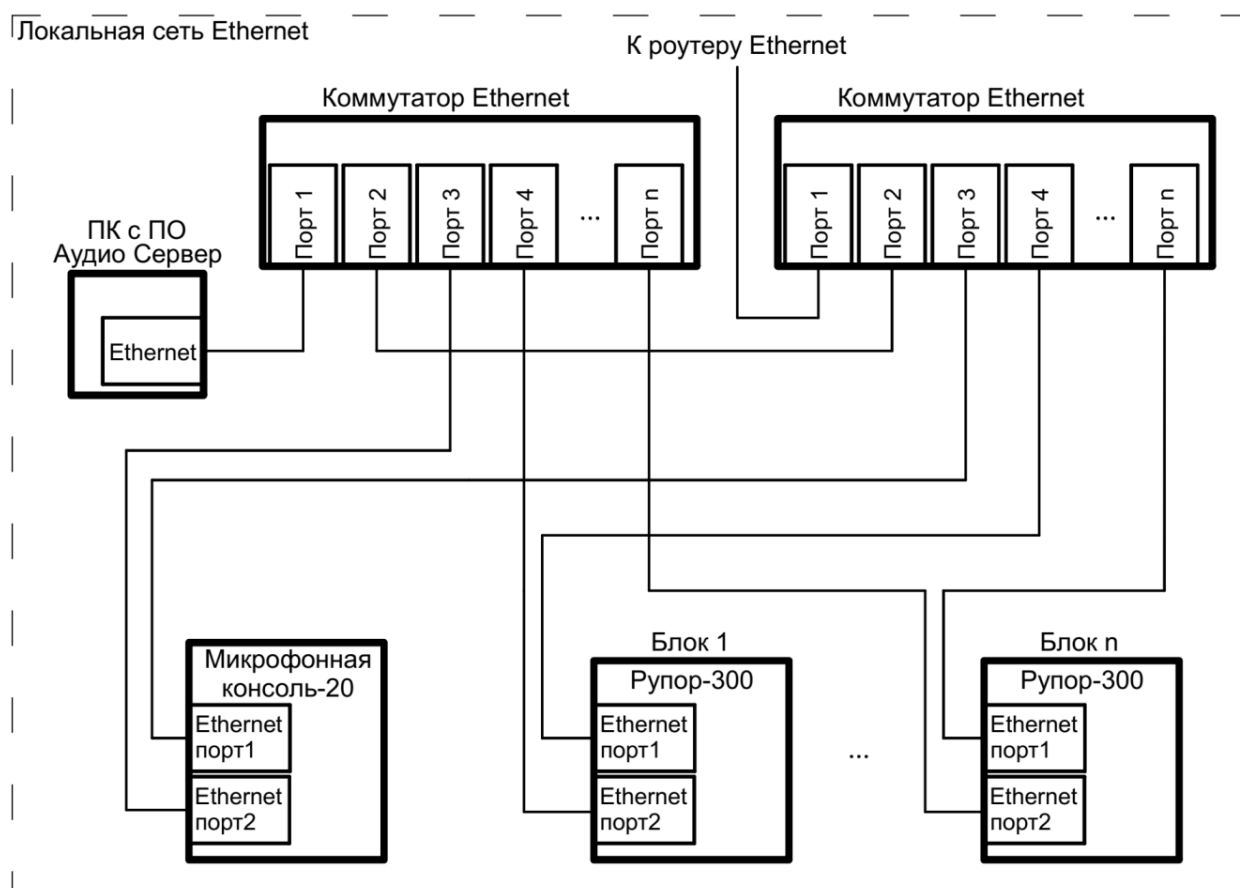
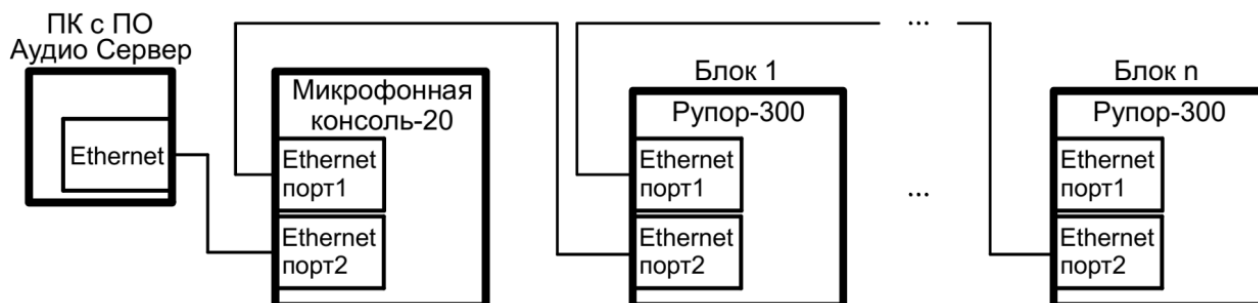

Рисунок 2.2.4. Схема подключения интерфейсов Ethernet с функцией резервирования.
Рисунок 2.2.5. Схема подключения интерфейсов Ethernet без функции резервирования.
2.2.4.5 К разъему Ethernet подключить кабель Ethernet (для связи с блоками речевого оповещения «Рупор-300» и использования ПО «Аудио сервер»). Вторым разъем Ethernet используется для резервирования канала передачи и дублирует функции первого. Вариант такого подключения приведен далее (Рисунок 2.2.4). Если резервирование не требуется, второй интерфейс допускается не использовать. При этом возможно построение локальной сети без использования дополнительного сетевого оборудования (Рисунок 2.2.5).